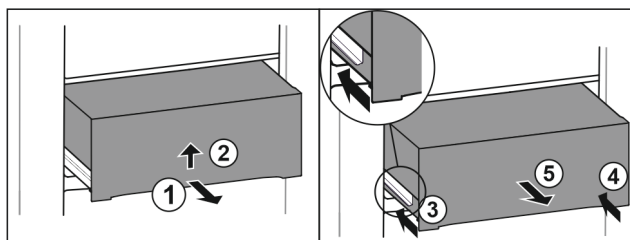

Fig. 56
- ▶ Wyciągnąć szufladę do połowy. Fig. 56 (1)
- ▶ Podnieść szufladę za spód. Fig. 56 (2)
- ▶ Wsunąć lewą szynę. Fig. 56 (3)
- ▶ Wsunąć prawą szynę. Fig. 56 (4)
- ▶ Wyjąć szufladę do przodu. Fig. 56 (5)